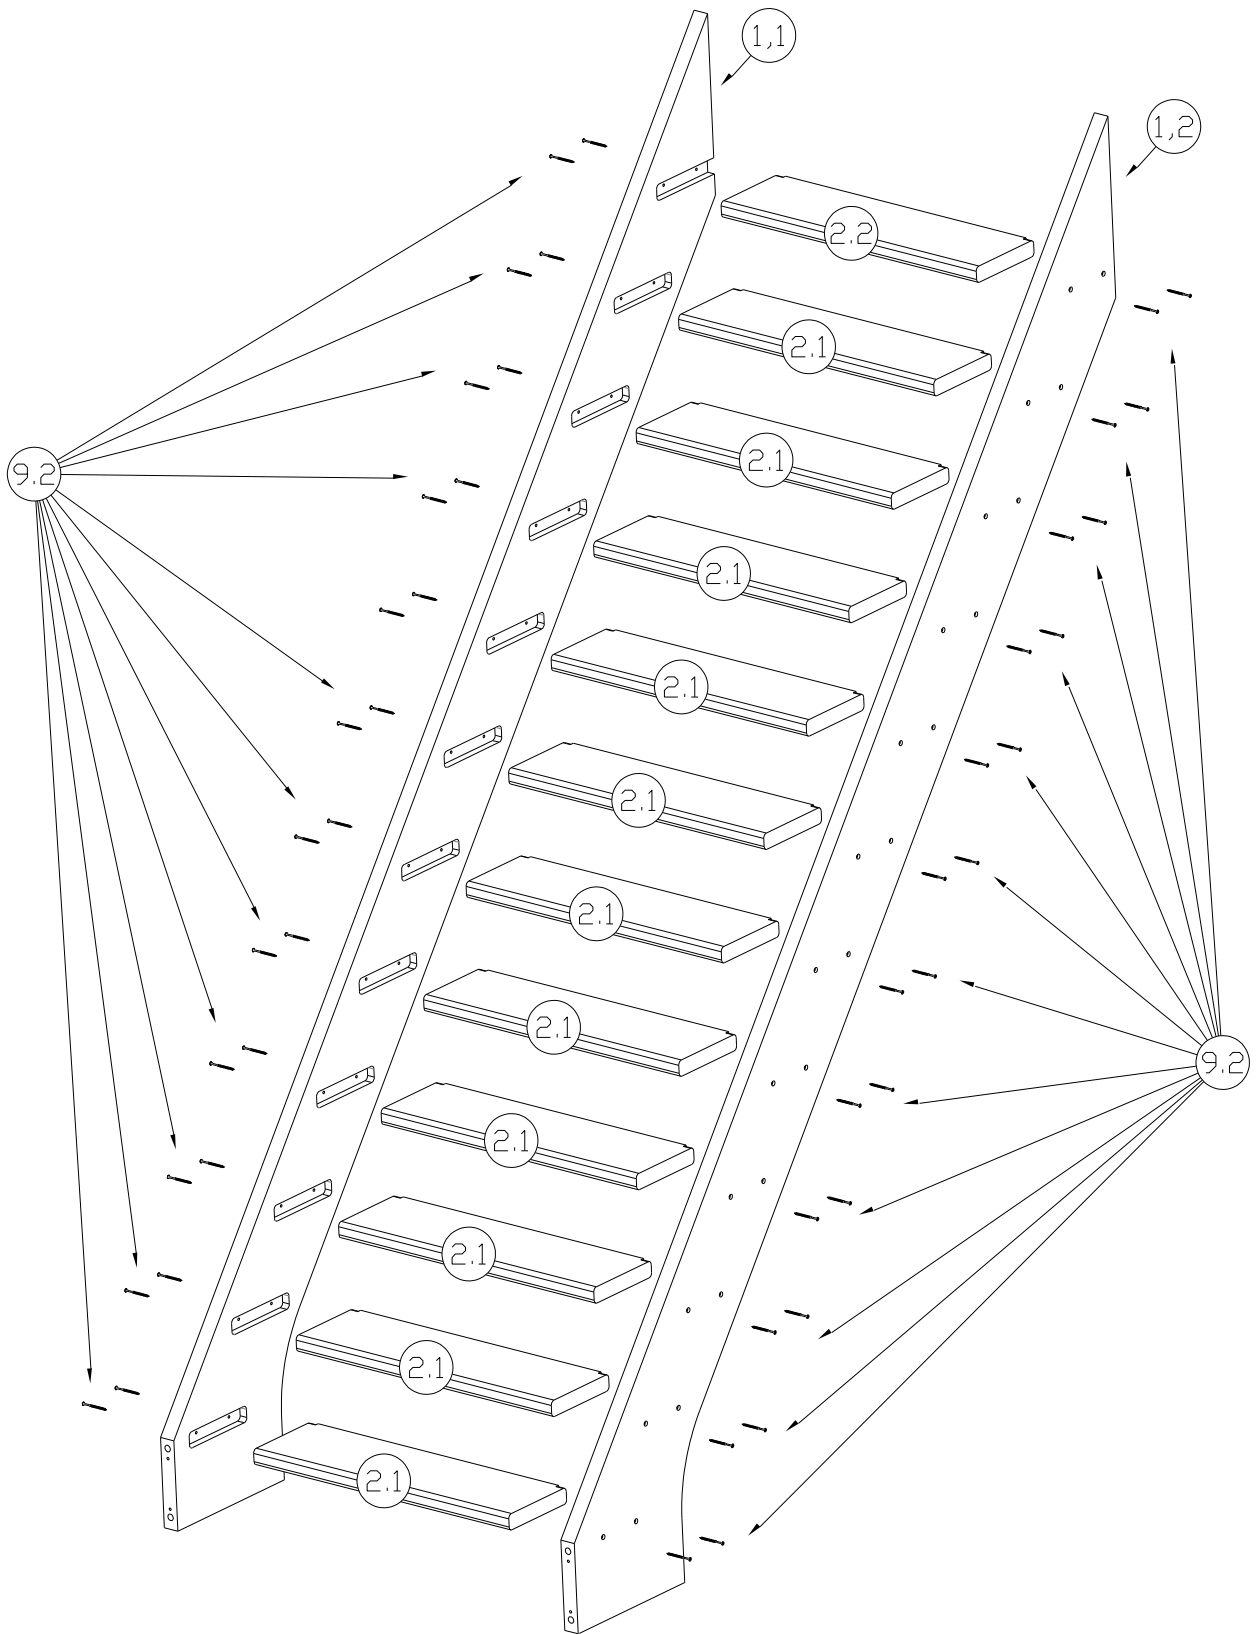

Рис. 1
- 3.3. Последовательность сборки лестницы приведена на рис. 1 – 3.